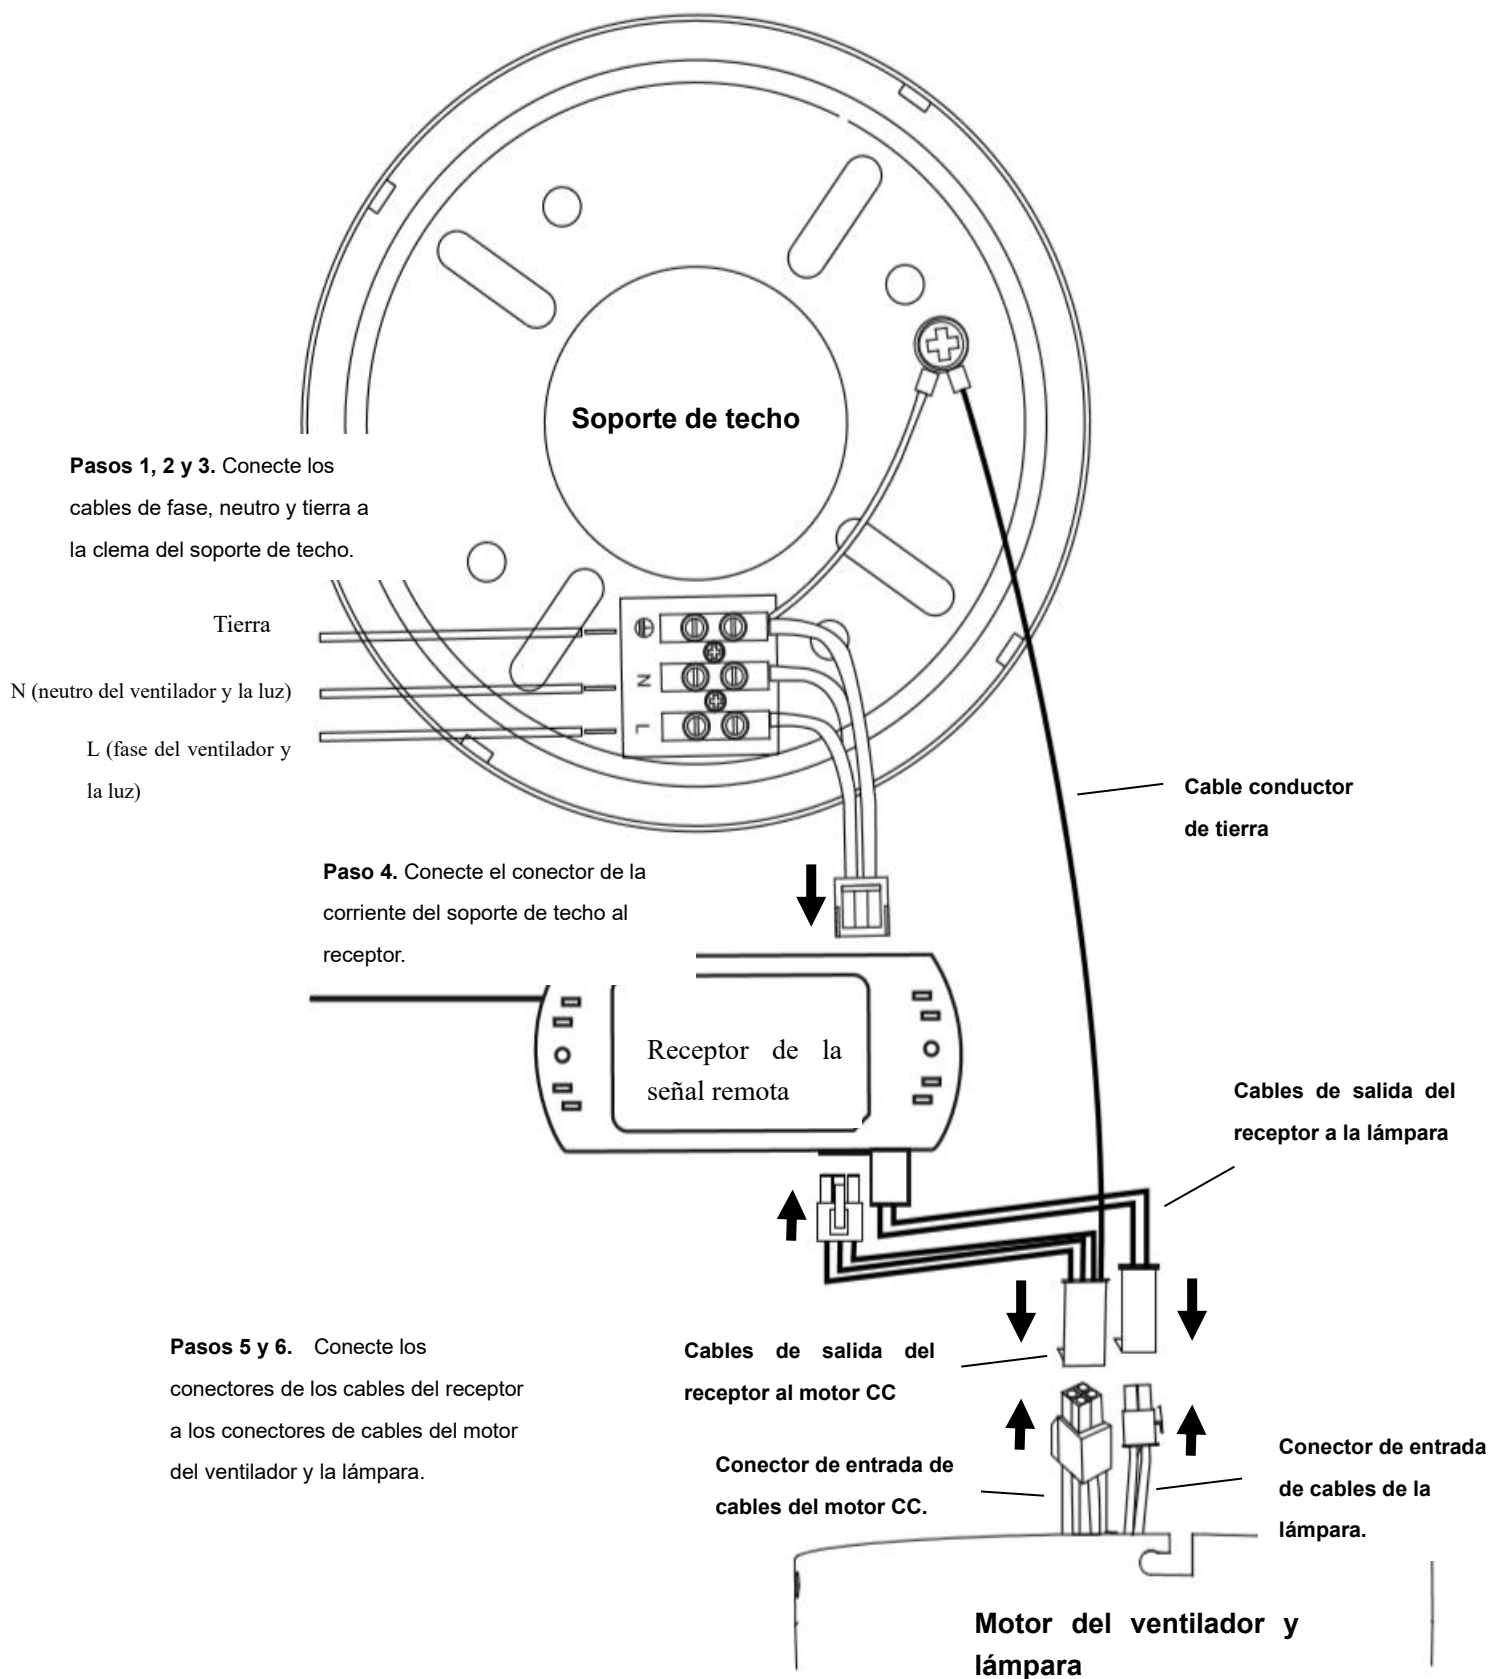

Fig. 4
PREPARE Y COMPLETE EL CABLEADO ELÉCTRICO --- DIAGRAMA DEL CABLEADO (Fig. 4)
Del suministro de corriente a la clema del soporte de techo: (Fig. 4)
Del soporte de techo al receptor y el motor: (Fig. 4)
5. Conecte los cables de salida del controlador/receptor del motor CC (desde el soporte de techo con el cable de tierra) a la salida del controlador/receptor del motor CC (Fig. 4). Conecte los cables de salida del controlador/receptor del motor CC (desde el soporte de techo con el cable de tierra) a la entrada del motor del ventilador (Fig. 4).